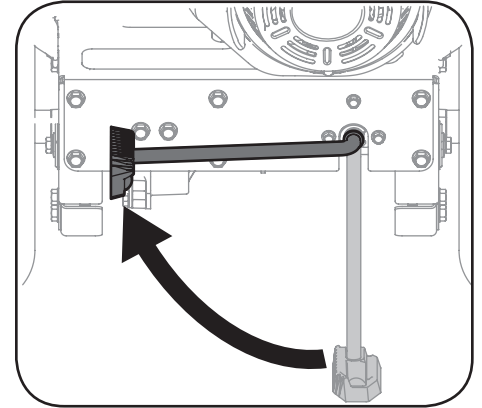

Figura 4-2
1. Haga rodar la base de potencia FLEX™ hasta la cortadora trituradora accesoria con la pata de cabra hacia ARRIBA. Vea la Figura 4-2.